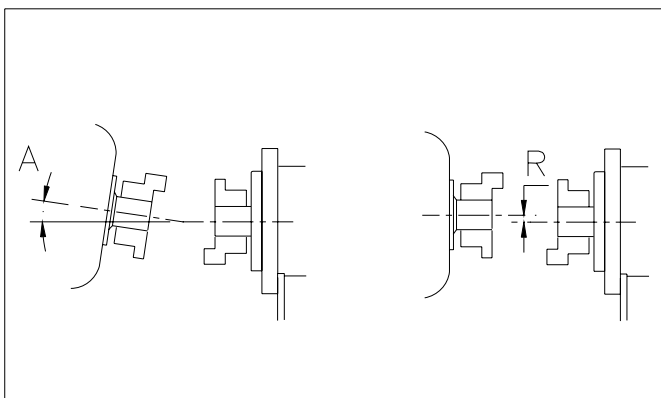

Fig. 7.3
1. Det radiale avviket (R) skal være maksimalt 0,4 mm.
2. Vinkelavviket (A) skal være maksimalt 1°. Se fig. 7.3. Opprettingen kan korrigeres med shims under bena til pumpehuset, lagerhuset eller motoren.